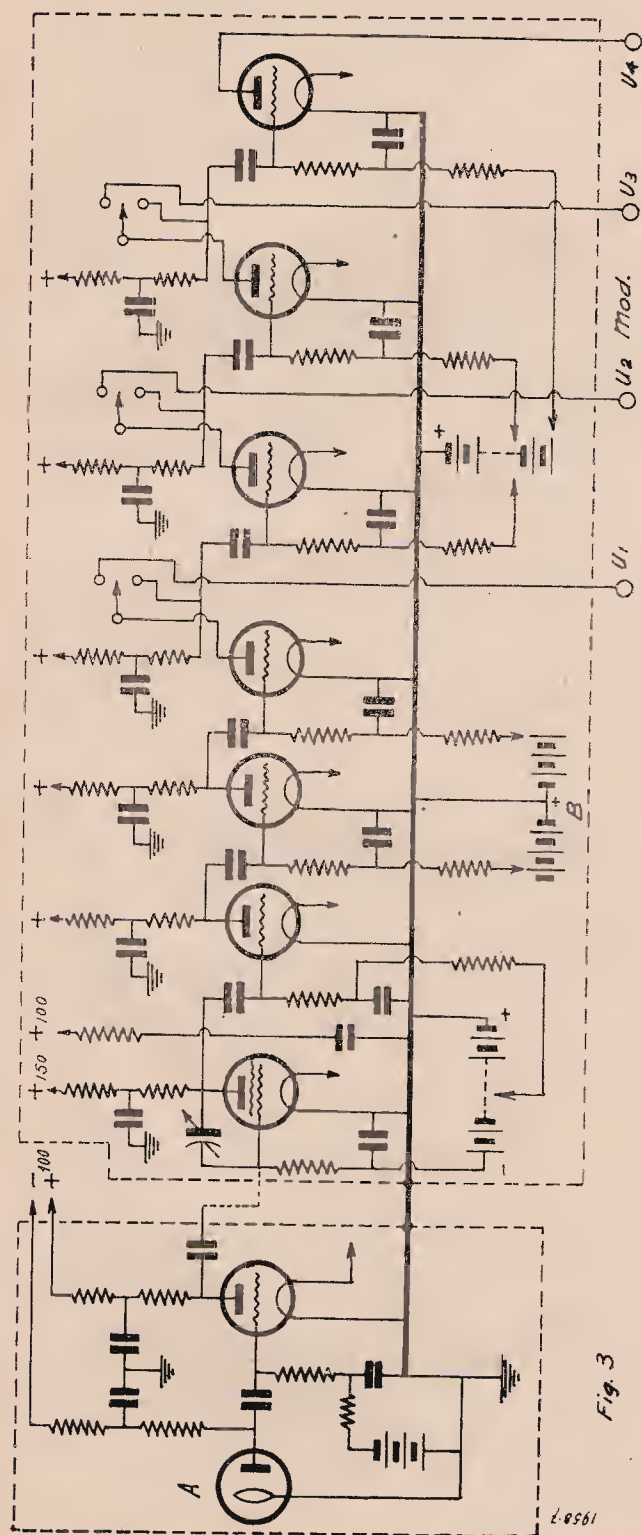

Fig 3
Le variazioni della corrente, delle cellule, derivata dalle citate variazioni luminose, sono però assai tenui ed inadatte ad essere trasmesse; è quindi evidente la necessità degli amplificatori. Essendo però inadatti gli amplificatori normali, poichè le variazioni di corrente delle cellule sono insufficienti ad azionarli, si ricorre ad una amplificazione preventiva, o preamplificazione. La prima amplificazione è ottenuta mediante un triodo (f) fig. 6 e A fig. 3, montato incapsulato nella stessa scatola di metallo dello specchio e della cellula. Essendo tali scatole in numero di 8, anche i triodi sono in tale numero e connessi in derivazione.
Le variazioni di corrente così ottenute vengono inviate ad un nuovo amplificatore di ben 7 valvole (B) fig. 3. Questi amplificatori sono sempre a resistenza-capacità, perchè soltanto così si possono amplificare frequenze dell'ordine di 80.000 periodi
Ad avvolgimento terminato si infileranno le due bobinette rispettivamente sulle due aste della U e si collegheranno fra di loro un capo dell'una ed un capo dell'altra in modo che la corrente, dopo aver girato in un senso intorno ad una delle due aste, entrando nella seconda bobina giri attorno all'altra in senso opposto (fig. 3).